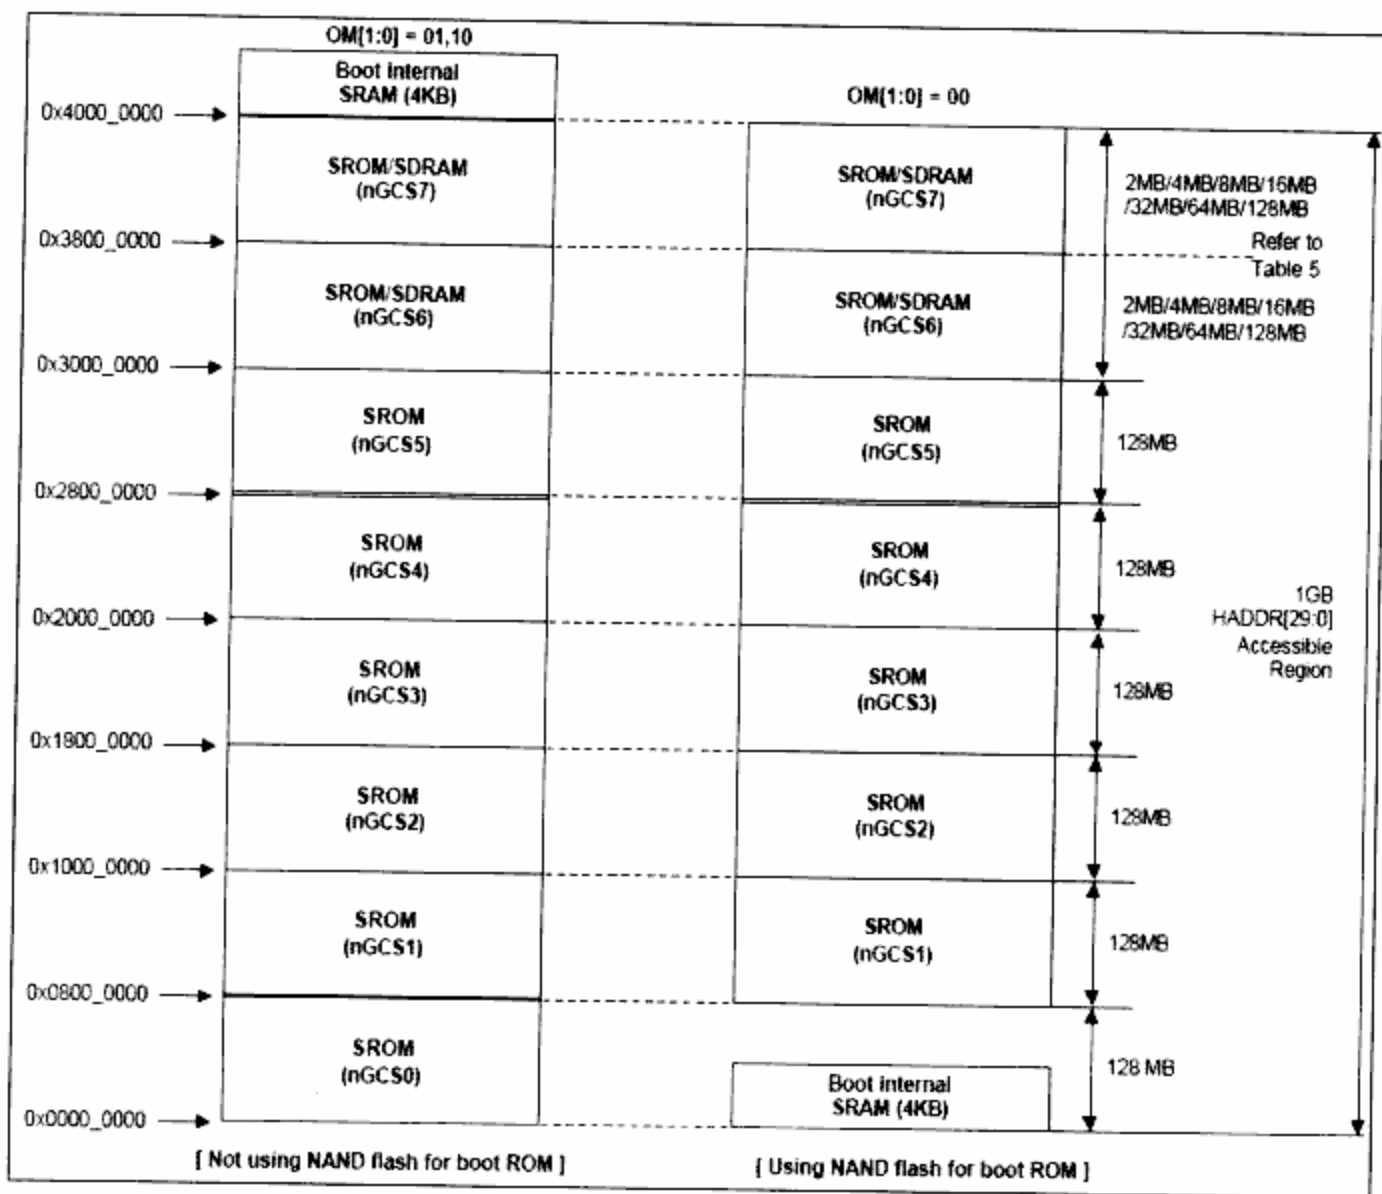
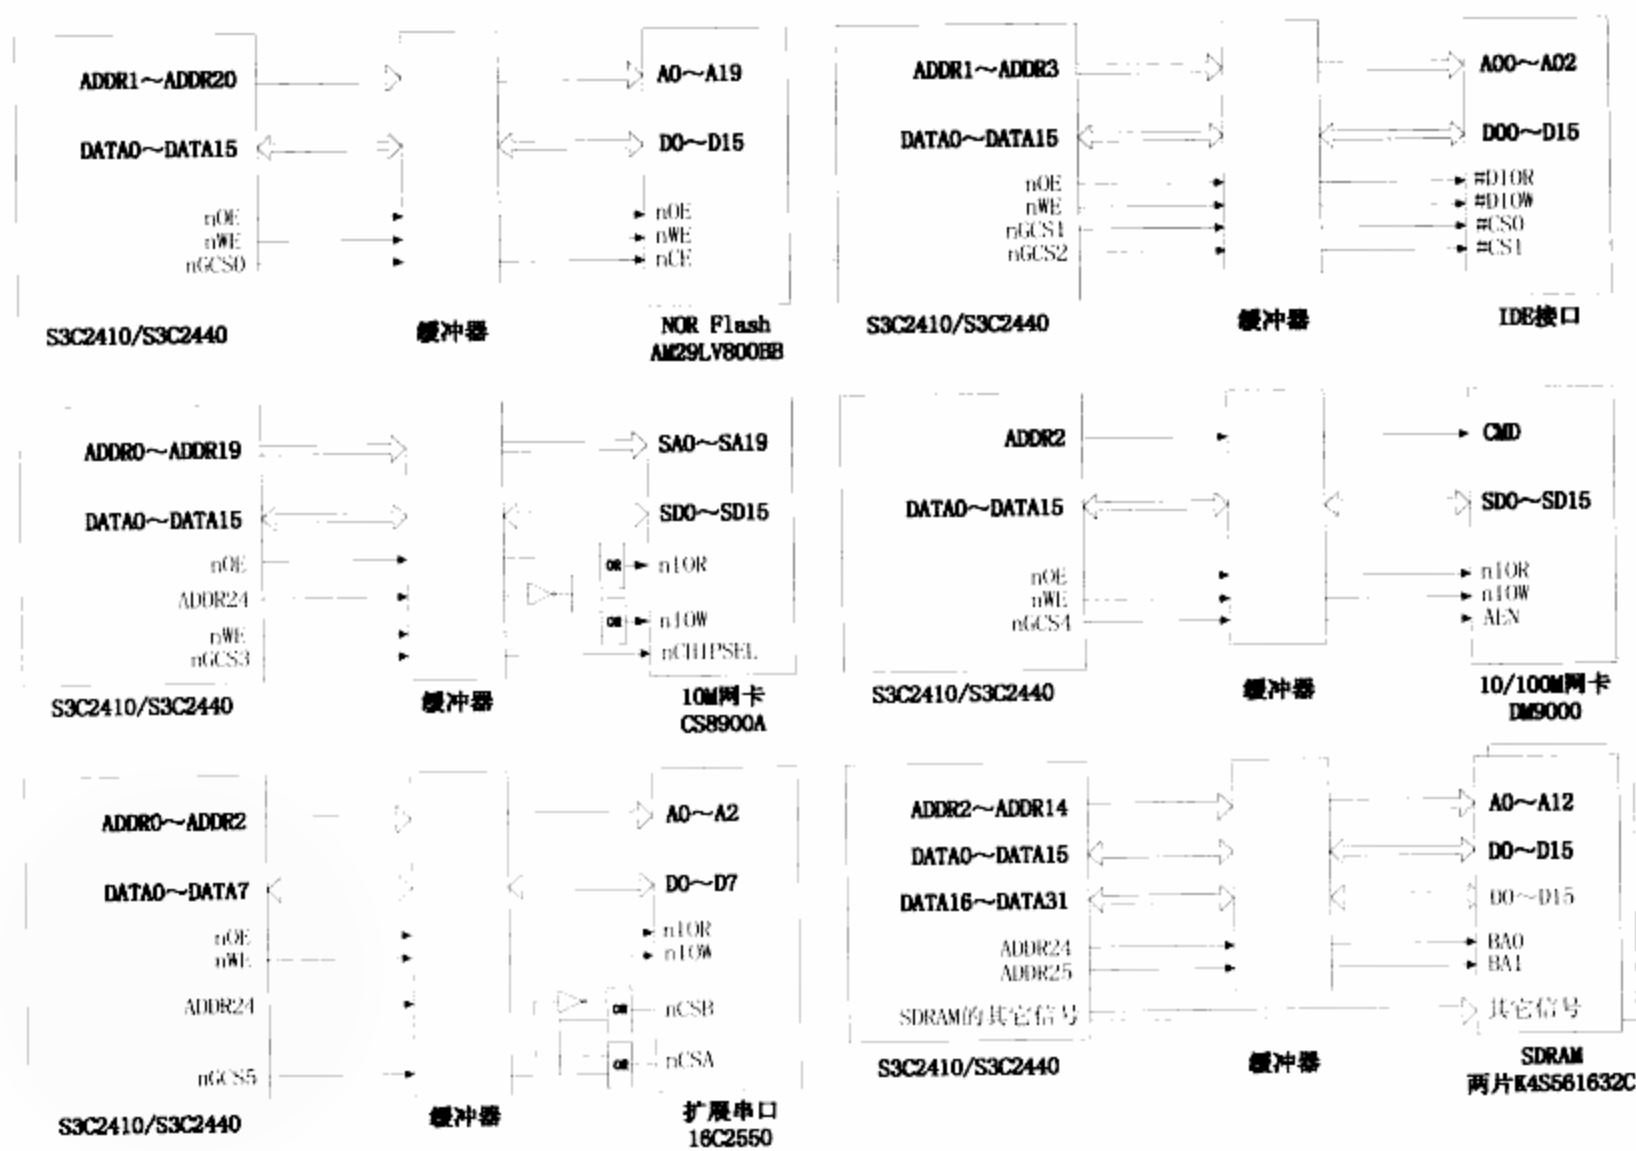

图 6.1 S3C2410/S3C2440 存储控制器的地址空间分布图
图 6.2 S3C2410/S3C2440 与外设的连线图
用来选中外接的设备。这样，每个 nGCSx 对应 128MB 地址空间，8 个 nGCSx 信号总共就对应了 1GB 的地址空间。这 8 个 BANK 的地址空间如图 6.1 所示。
如图 6.1 所示，左边对应不使用 NAND Flash 作为启动设备（单板上不接 NAND_BOOT 跳线）时的地址空间布局，右边对应使用 NAND Flash 作为启动设备（单板上接 NAND_BOOT 跳线）时的地址空间布局。
本书所用开发板使用了存储控制器的 BANK0~BANK6，分别外接了如下设备：NOR Flash、IDE 接口、10M 网卡 CS8900A、100M 网卡 DM9000、扩展串口芯片 16C2550、SDRAM，连线方式如图 6.2 所示。
根据图 6.1 可以知道各个 BANK 的起始地址，但还需要结合图 6.2 中用到的地址线才能确定相关外设的访问地址。这些地址线所确定的地址值，再加上这个 BANK 的起始地址，就是这个外设的访问地址。
(1) CPU 发出的片选信号 nSCS0 有效, 它选中 SDRAM 芯片。
(2) SDRAM 中有 4 个 L-Bank, 需要两根地址信号来选中其中一个, 从图 6.2 可知使用 ADDR24、ADDR25 作为 L-Bank 的选择信号。
(3) 对被选中的芯片进行统一的行/列(存储单元)寻址。
在图 6.2 中, 行地址、列地址共用地址线 ADDR2~ADDR14(BANK6 位宽为 32, ADDR0/1 没有使用), 使用 nSRAS、nSCAS 两个信号来区分它们。比如本开发板中, 使用两根地址线 ADDR24、ADDR25 作为 L-Bank 的选择信号; SDRAM 芯片 K4S561632 的行地址数为 13, 列地址数为 9, 所以当 nSRAS 信号有效时, ADDR2~ADDR14 上发出的是行地址信号, 它对应 32 位地址空间的 bit[23:11]; 当 nSCAS 信号有效时, ADDR2~ADDR10 上发出的是列地址信号, 它对应 32 位地址空间的 bit[10:2]; 由于图 6.2 中 BANK6 以 32 位的宽度外接 SDRAM, ADDR0、ADDR1 恒为 0, 不参与译码。
对图 6.2 中连接的外设, 它们的访问地址(物理地址)如表 6.2 所示。